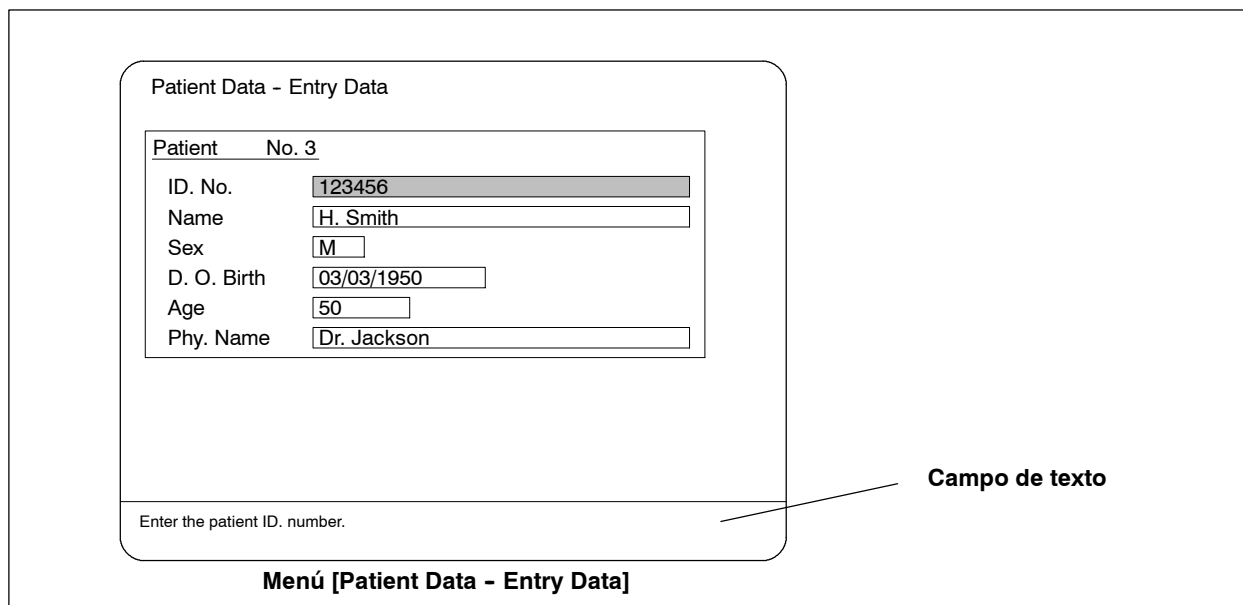

Figura 6.34
1. Desplace el cursor con ayuda de las teclas “ ↑ ” y “ ↓ ” al campo que quiera rellenar. Introduzca los datos como se describe a continuación. Al introducir [D. O. Birth] se calculará la edad [Age] automáticamente (ver figura 6.34).